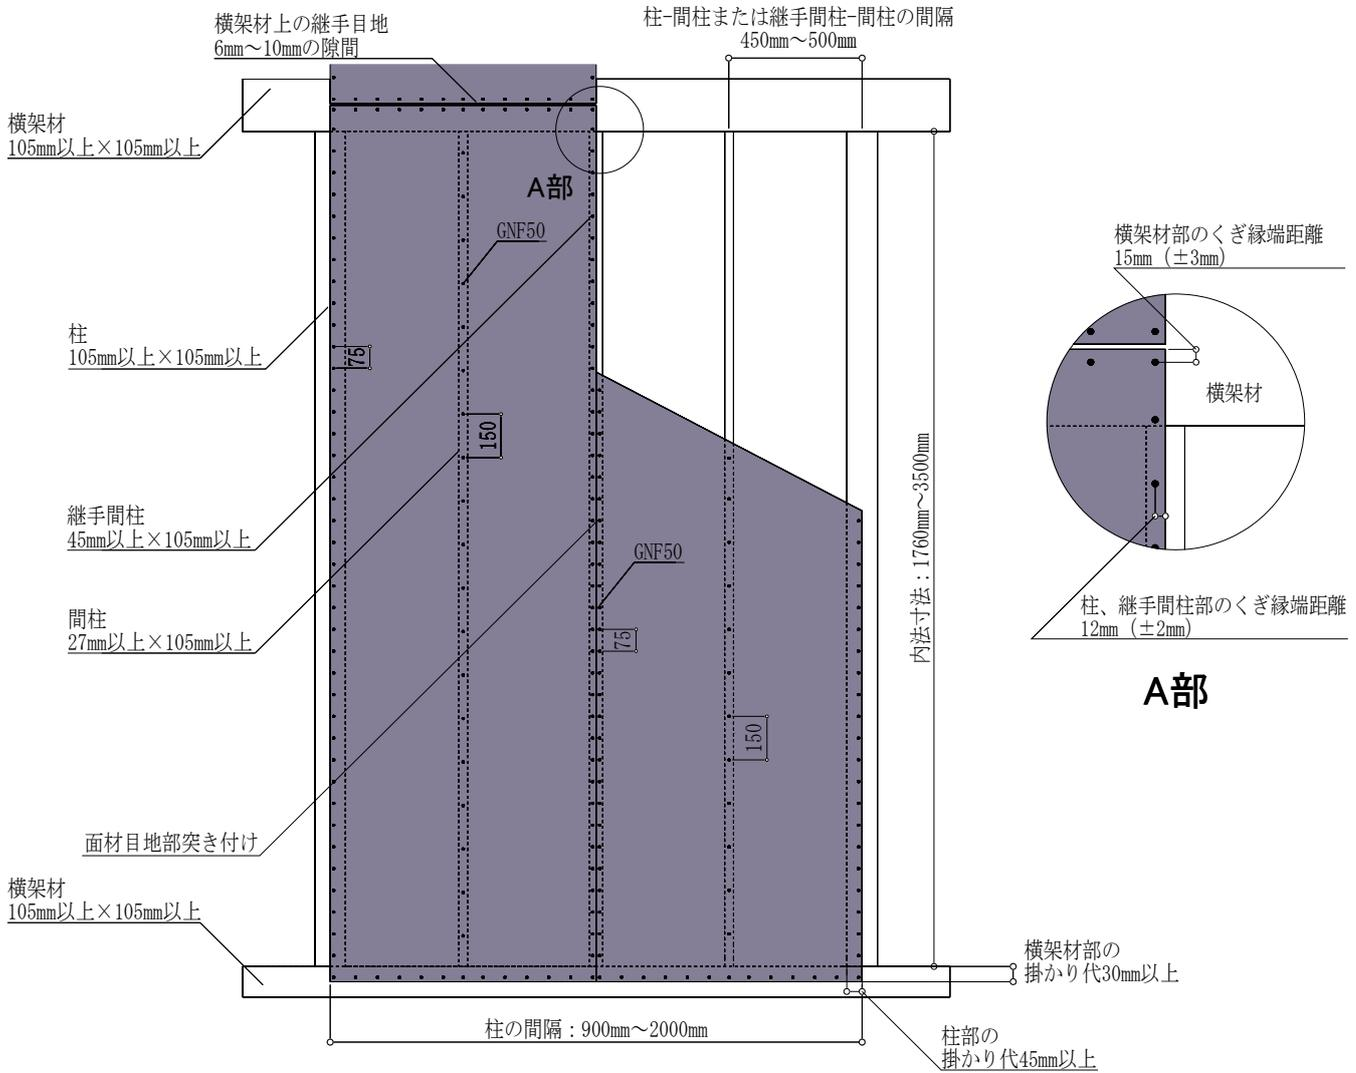

図6 標準仕様 (FRM-0716 : 2.7倍) 施工概略図 (2Pの場合)
施工においては、図6および注意事項に記載の内容を遵守してください。
- ・タイガーEX プログレは、原則1枚張りとし、縦継ぎ張りについては、P25「⑧縦継ぎ張りについて」をご確認ください。
- ・図6は2Pの施工例となっておりますが、1Pの場合も耐力壁とできます。